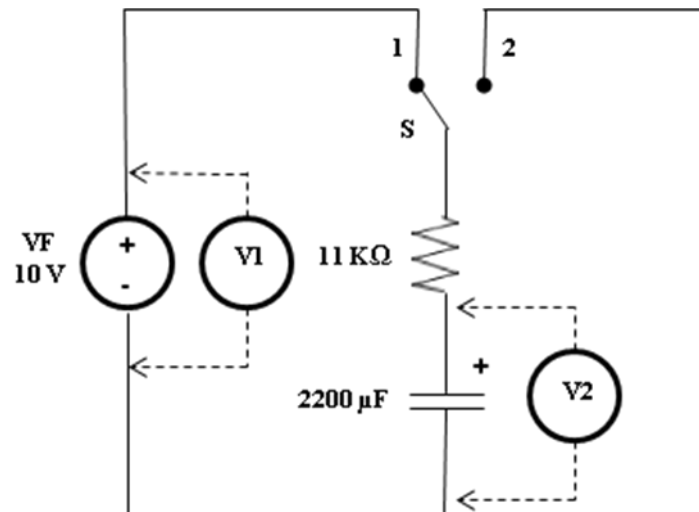
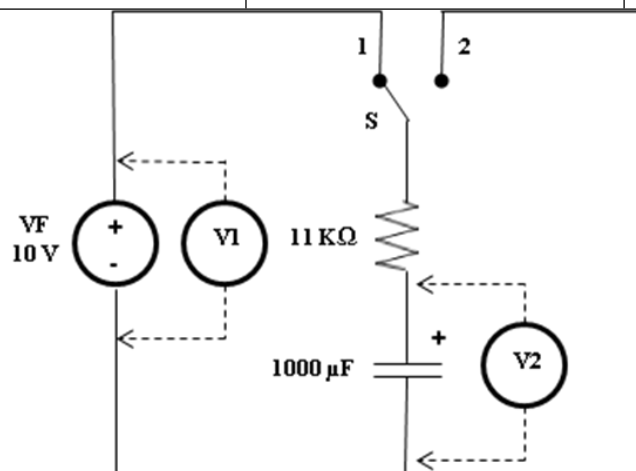

Figura No. 6. – Primer Circuito Experimental a montar $R = 11 \text{ K}\Omega$ y $C = 2200 \text{ }\mu\text{F}$.
Figura No. 7. – Segundo Circuito Experimental a montar $R = 11 \text{ K}\Omega$ y $C = 1000 \mu\text{F}$.
1. En los circuitos experimentales de la Figura No. 6 y Figura No. 7, aplicando la ecuaciones de cálculo de la constante de tiempo de un condensador τ y la ecuación (1) del Voltaje del Capacitor en su proceso de CARGA en función del tiempo $V_c(T)$, y la ecuación (6) del Voltaje del Capacitor en su proceso de DESCARGA en función del tiempo $V_c(T)$, con los valores de R y C para cada circuito deben de calcular los valores V_c para los casos de que el tiempo T tome valores de $T = \tau / 2$, $T = \tau$, $T = 2\tau$, $T = 3\tau$, $T = 4\tau$ y $T = 5\tau$, estos valores deben de tabularlos en las Tablas No. 1 correspondiente al circuito de la figura No. 6 y la Tabla No.2 correspondiente al circuito de la Figura No. 7 .
TABLA No. 1. - Valores Teóricos de Tiempos y Voltajes V_c de carga y descarga del circuito de la Figura No. 6.
TABLA No. 2. - Valores Teóricos de Tiempos y Voltajes de carga del circuito de la Figura No. 7.
1. - Monte el siguiente circuito la Figura No. 6.
TABLA No. 3. - Valores Experimentales de Tiempos y Voltajes de carga del circuito de la Figura No. 6.
6. – Apague la fuente de voltaje, cambie el interruptor S nuevamente a la posición 1 y cambie el capacitor de 2200 μ F por el de 1000 μ F. Monte el siguiente circuito la Figura No. 7.
TABLA No. 4. - Valores Experimentales de Tiempos y Voltajes de Carga y Descarga del circuito de la Figura No. 7.